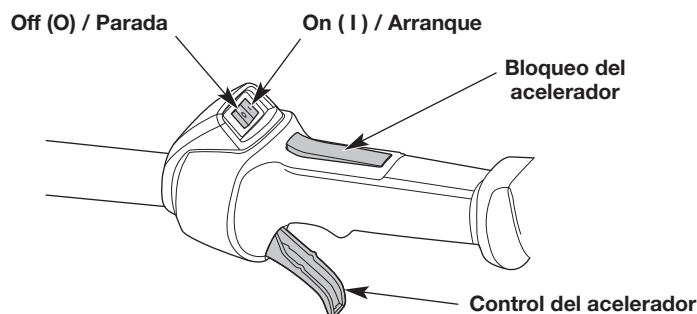

Fig. 8
NOTA: No es necesario encender la unidad. El interruptor de encendido/apagado está en la posición ON (I) (encendido) en todo momento (Fig. 8).
5. **NO** apriete el control del acelerador (Fig. 8). Tire de la cuerda de arranque con un movimiento controlado y firme hasta que arranque la unidad (Fig. 11).
7. Oprima el bloqueo del acelerador y apriete el control del acelerador (Fig. 8). Continúe calentando el motor entre 30 y 60 segundos más. Se puede usar la unidad durante este período.
2. Oprima y mantenga apretado el interruptor de encendido/apagado en la posición OFF (O) (apagado) hasta que el motor se pare por completo (Fig. 8).
NOTA: No es necesario encender la unidad. El interruptor de encendido/apagado está en la posición ON (1) (encendido) en todo momento (Fig. 8).
6. **NO** apriete el control del acelerador (Fig. 8). Haga funcionar el accesorio de arranque eléctrico en intervalos de no más de 2 segundos cada vez hasta que arranque la unidad.
9. Oprima el bloqueo del acelerador y apriete el control del acelerador (Fig. 8). Continúe calentando el motor entre 30 y 60 segundos más. Se puede usar la unidad durante este período.